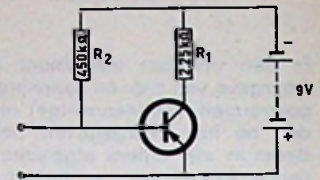
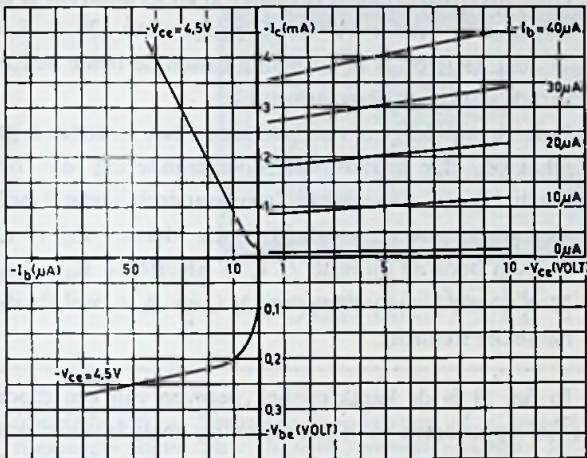

Fig.5
Fig.6
3. Van de in fig. 5 gebruikte transistor is in fig. 6 een aantal karakteristieken gegeven. Verder is gegeven dat de spanning tussen basis en emitter klein is t.o.v. 9 volt.